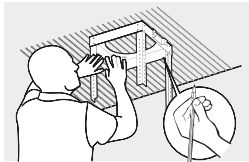

Figura 1
- Ubique el soporte de fijación de la campana sobre la superficie del techo y marque con un lápiz los centros de las ubicaciones de los chazos para la instalación del soporte y del conducto para los casos de utilización del modo extractor. (figura 1)